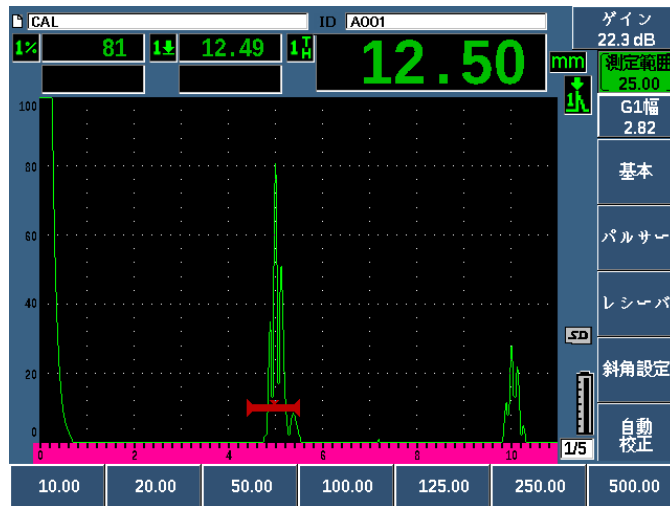

図 3-17 測定範囲の値
- 測定範囲を押して、スクリーンレンジを希望の設定に調整します（67 ページの図 3-17 参照）。